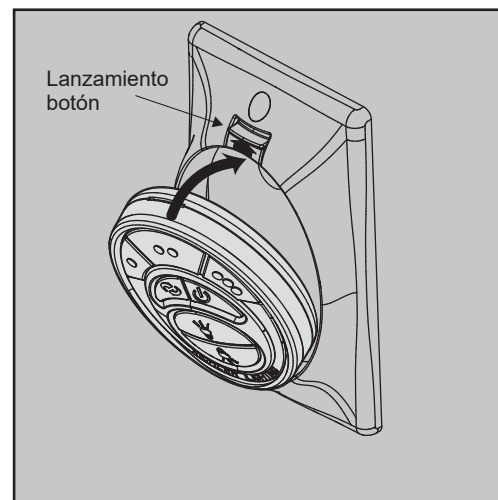

Fig. 25
Paso 1. Inserte el transmisor en la placa de pared insertando primero la parte inferior del transmisor y luego presione la parte superior del transmisor en el bolsillo. El transmisor funcionará completamente desde esta ubicación o puede quitar el transmisor y usarlo como un dispositivo "portátil". (Fig. 25)